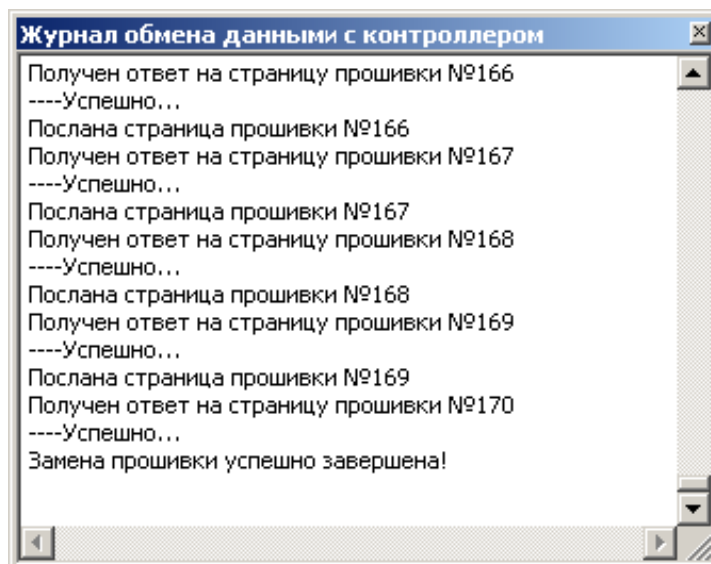

Рисунок 27
8) появится окно журнала обмена данными с контроллером (Рисунок 27):
По завершению замены прошивки в журнале обмена данными с контроллером будет сообщено «Замена прошивки успешно завершена» (Рисунок 27).